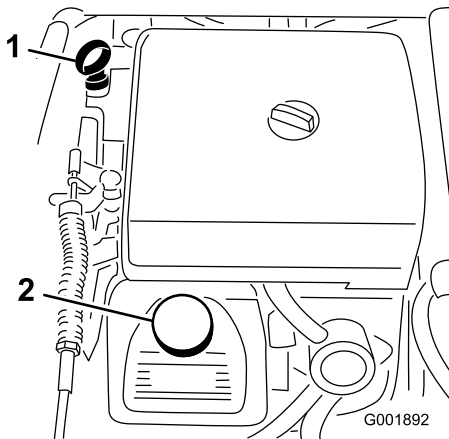

Figure 20
2. Retirez la jauge et essuyez-la sur un chiffon propre (Figure 20). Remettez la jauge dans le tube en l'enfonçant au maximum. Sortez de nouveau la jauge et vérifiez le niveau d'huile.
3. Si le niveau d'huile est bas, retirez le bouchon de remplissage du couvre-culasse (Figure 20) et ajoutez la quantité d'huile nécessaire pour amener le niveau au repère maximum sur la jauge. Reportez-vous à la section Entretien de l'huile moteur, sous Entretien du moteur, pour connaître le type d'huile et la viscosité qui conviennent. Versez l'huile lentement et vérifiez souvent le niveau durant la procédure. Ne remplissez pas excessivement.